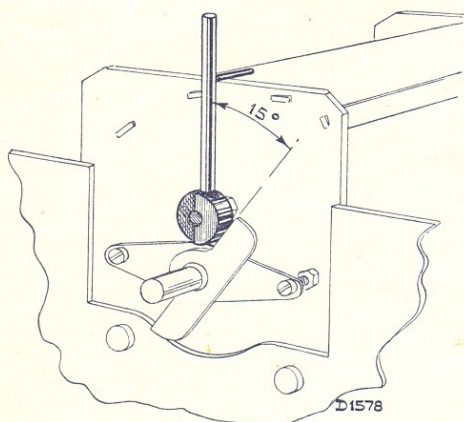

Fig. 3
2. Placer un calibre de 15° (fig. 3) et tourner le condensateur d'accord vers de 200 mètres jusqu'à ce qu'il bute.